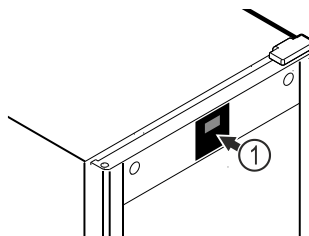

Fig. 51 Exempel
Termometern är redan kalibrerad på fabriken (förskjutning på +6 Kelvin). Om innetemperaturen skiljer sig från temperaturindikeringen *Fig. 51 (1)* kan termometern kalibreras.